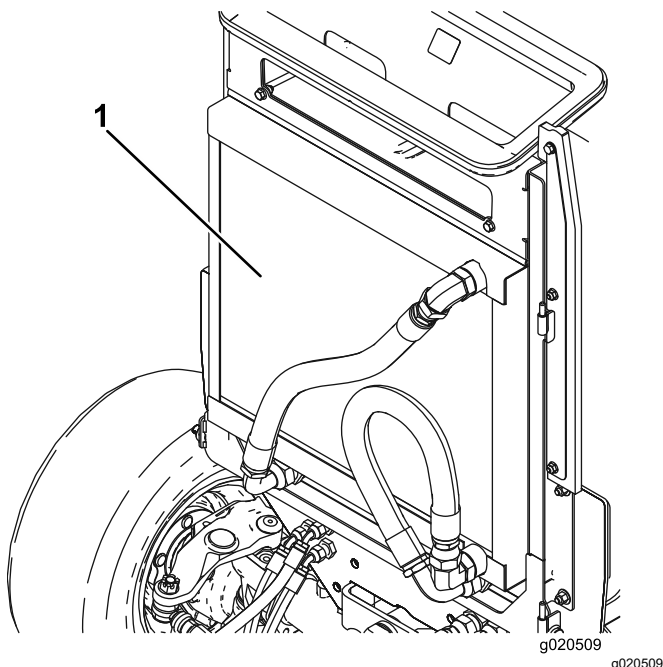

Figura 118
5. Curățați bine cu aer comprimat ambele laturi ale răcitorului de ulei și radiatorului (Figura 118).